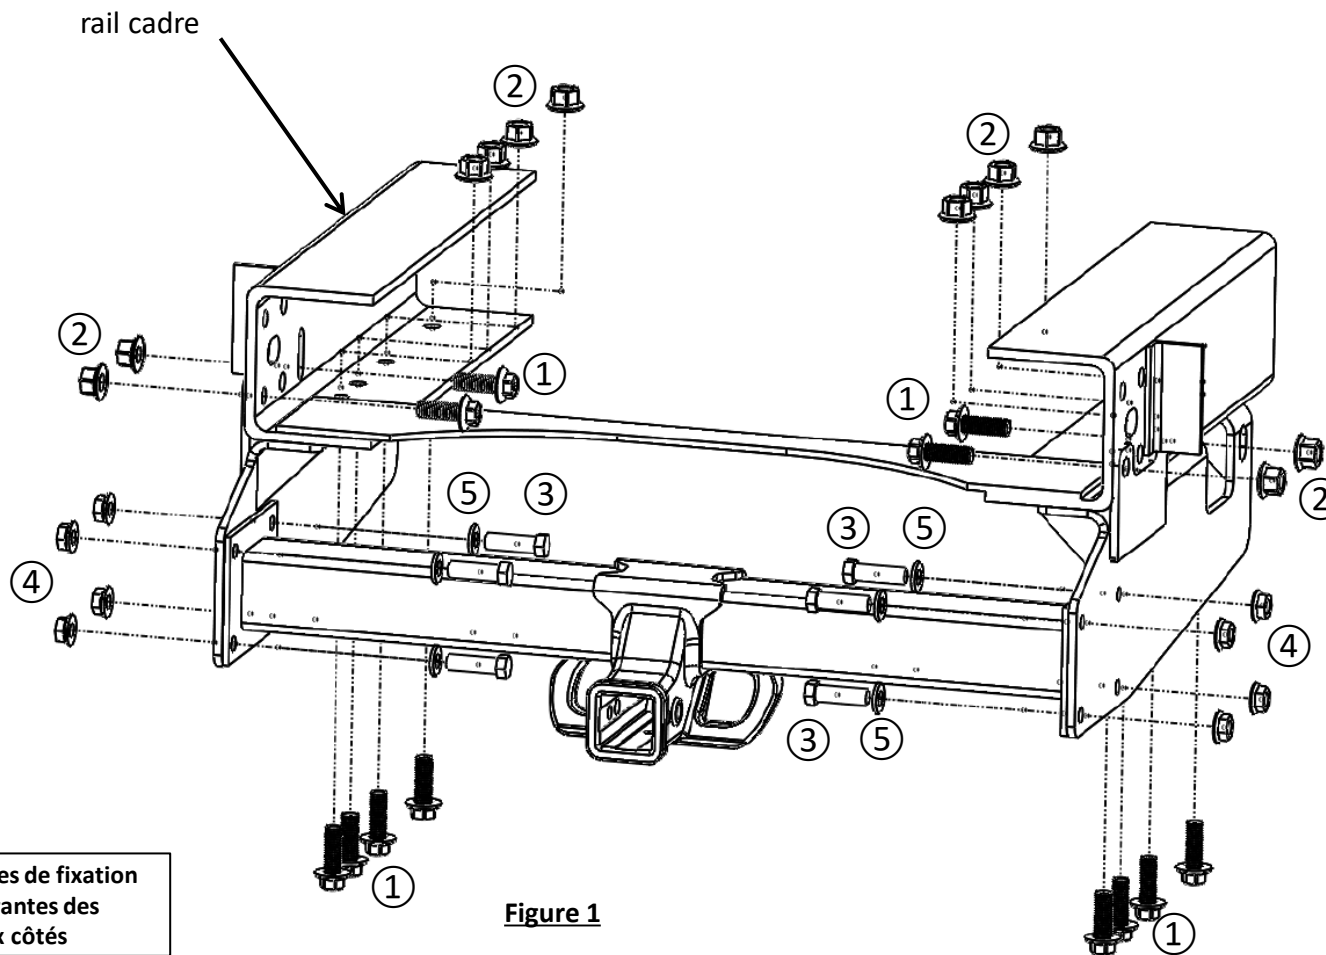

Figure 1
- 1. Installer des supports latéraux :** À l'aide d'une pince, fixer et aligner les supports latéraux avec des trous de fixation sur les rails du cadre, voir la figure 1. À l'aide d'une prise de 24 mm, installez lâchement (6) boulons M16 ① et (6) écrous de bride M16 ② pour tenir le support latéral, des deux côtés.
- 2. Installer la section centrale:** Soulever la section centrale en position et lâchement fixer avec support latéral en utilisant (4) boulons 9/16" ③, (4) rondelles plates ⑤, et (4) locknuts ④, les deux côtés.
1. Installer des supports latéraux : À l'aide d'une pince, fixer et aligner les supports latéraux avec des trous de fixation sur les rails du cadre, voir la figure 1. À l'aide d'une prise de 24 mm, installez lâchement (6) boulons M16 ① et (6) écrous de bride M16 ② pour tenir le support latéral, des deux côtés.
2. Installer la section centrale: Soulever la section centrale en position et lâchement fixer avec support latéral en utilisant (4) boulons 9/16" ③, (4) rondelles plates ⑤, et (4) locknuts ④, les deux côtés.